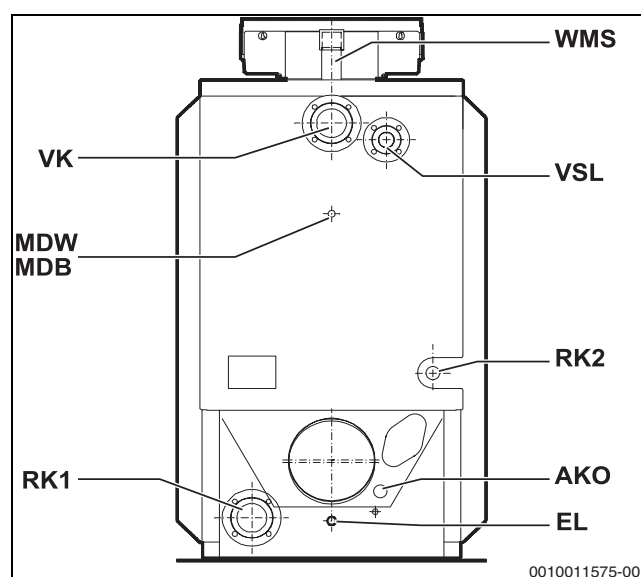

Fig. 12 Raccords de chaudière
- ▶ Raccorder la soupape de sécurité au raccordement de la conduite de sécurité de départ [VSL] (→ fig. 12, page 19).